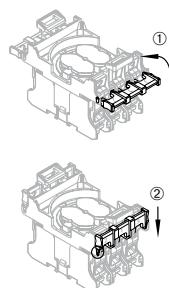

図4
4. 接点押さえを閉じて、下へ押して下さい。(図4参照): 左右の接点押さえは90°に上げられ、その後、ラッチするまで下に押してください。それにより、接点工レメントは、接点キャリアに確実に取り付けられます。